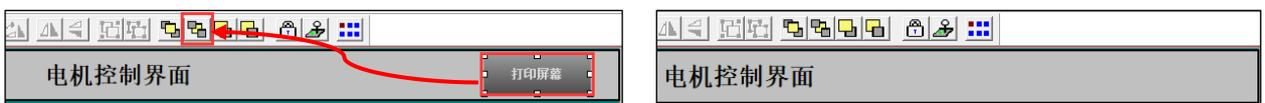

图 11.2-16 遮蔽不希望被截屏的按钮
- ② 此时在工程运行过程中点击此按钮已经可以实现截屏的目的了, 但是为了美观和符合实际, 我们不希望在屏幕中出现【打印屏幕】按钮。此时可以选中【打印屏幕】按钮, 点击工具栏上的【置于最后】图标按钮, 将【打印屏幕】按钮放置到最后一层, 被上层构件遮挡住。设置步骤和效果如图 11.2-16 所示。